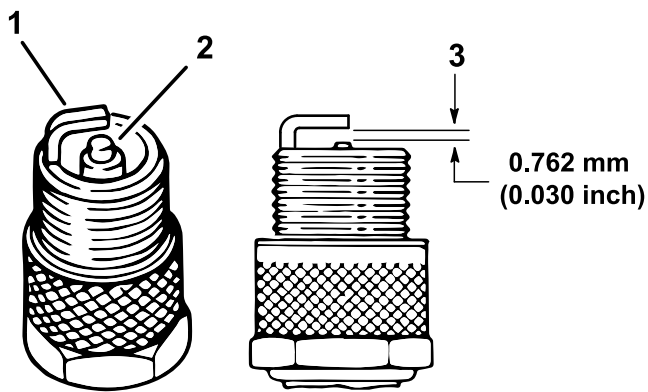

Figure 35
- Vérifiez l'état des électrodes latérale et centrale, ainsi que de l'isolateur de l'électrode centrale (Figure 35).
5. Réglez l'écartement entre les électrodes centrale et latérale à 0,76 mm, comme montré à la Figure 35.